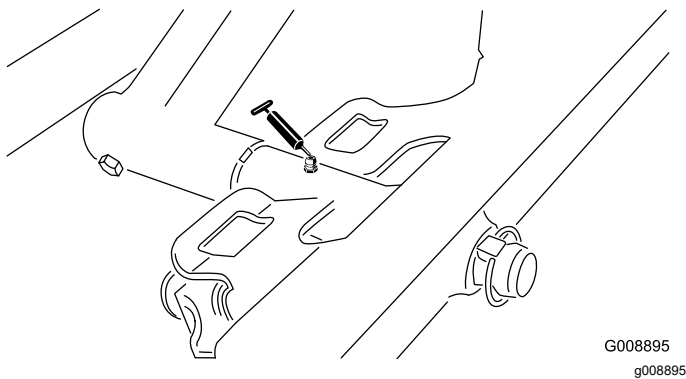

Figura 33
- Pivote de la unidad de corte delantera (Figura 33)